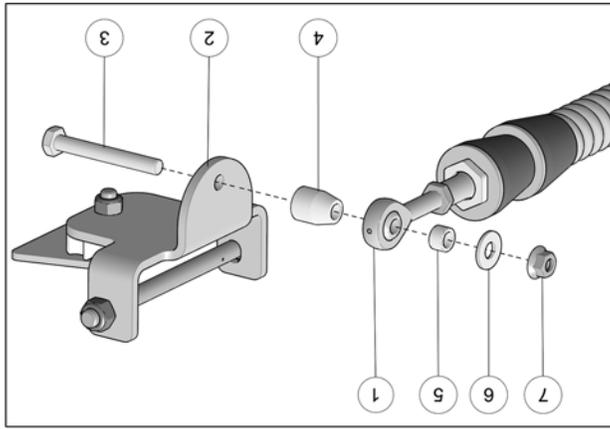

Fig. 9
8. Fixer le bras stabilisateur (1) à l'ancrage de suspension (2) à l'aide du boulon (3), de l'espacer long (4), de l'espacer court (5), de la rondelle (6) et de l'écrou autobloquant (7). Serrer à un couple de 70 N•m [52 lb•pi]. Voir la Fig. 9.